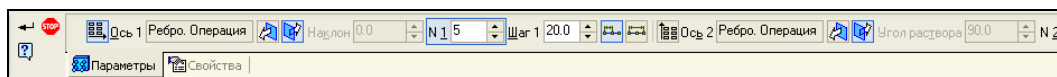

Рис. 25.22. Панель свойств: Массив по сетке, вкладка **Параметры**
- ♦ вызовите команду **Массив по сетке**. Появилась Панель свойств: Массив по сетке с двумя вкладками: **Параметры** (рис. 25.22) и **Свойства**. Элементы управления вкладки **Параметры** рассмотрены в табл. 25.4;